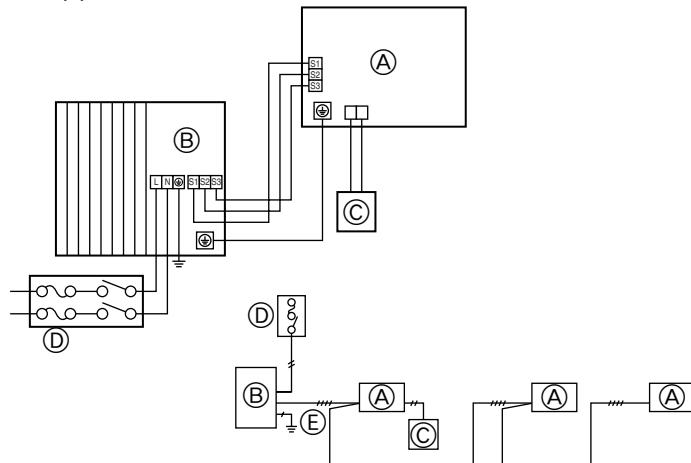

Fig. 6-1
6.1. Sikkerhedsvejledning (Fig. 6-1)
- Jordbeskyttelse med en afbryder uden sikring (jordlækageafbryder [ELB] monteres normalt til ①, ②).